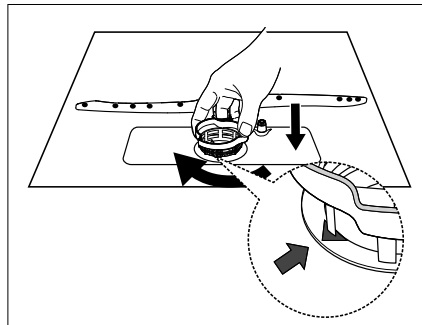

Fig. 21
- ▶ Pour remettre le système de filtrage en place, procédez dans l’ordre inverse (voir **fig. 21**).